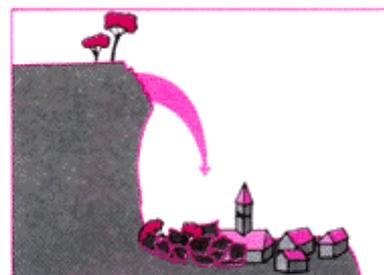

Fig. 3 : Le risque majeur
- ▶ par débordement indirect : les eaux remontent par les nappes phréatiques (figure 3)